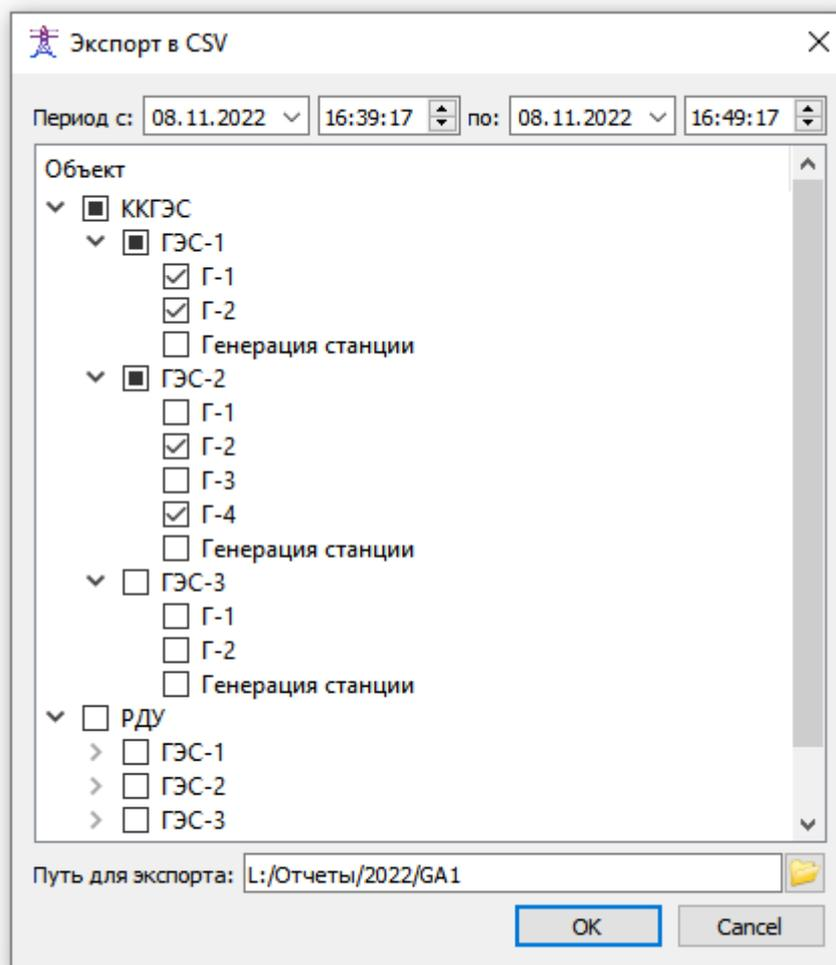

Рис. 9. Диалоговое окно экспорта отчета
- 5.9.3. Экспорт архивных данных выполняется выбором пункта меню «Файл» -> «Экспорт в CSV...». При этом открывается диалоговое окно «Экспорт в CSV», приведенное на Рис. 9.